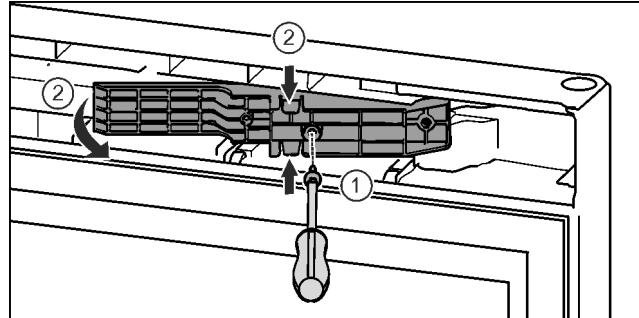

Fig. 16\*
- Schrauben mit Schraubendreher T15 lösen.\* Fig. 16 (1)
- Adapterstück herausziehen.\* Fig. 16 (2)